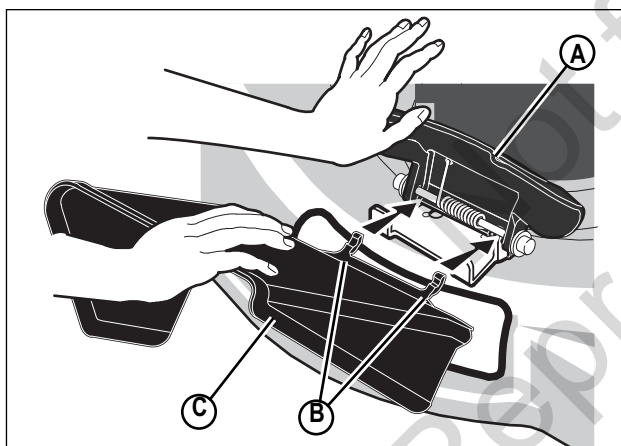

Figure 8 : Installation du déflecteur d'évacuation latérale
1. Levez le couvercle de la déchiqueteuse (**A, Figure 8**).